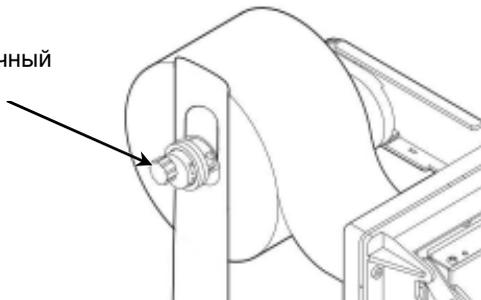

Рисунок 2
4.3 Для установки рулона термобумаги необходимо открыть замок двери, опустить ее вниз до упора, выдвинуть принтер, закрепленный на направляющих, и установить рулон на держатель так, что бы бумага в устройство печати поступала сверху рулона. Установите фиксатор рулона на держатель, отрегулируйте прижим вращением зеленого регулировочного винта (рисунок 2) таким образом, что бы рулон бумаги не смешался вдоль держателя. Отрежьте неровный край ленты под прямым углом, поместите край бумаги в приемную щель термопринтера и дождитесь, когда она будет автоматически заправлена.